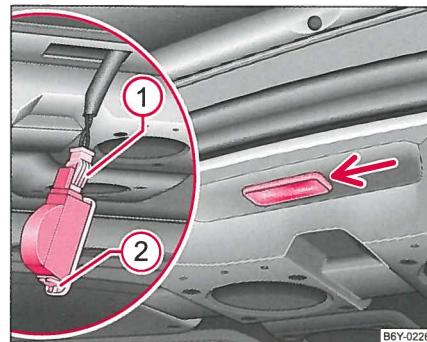

Fig. 186 Afmonter lampen i bagagerummet (Sedan)
- Stik en skruetrækker ind i spalten under lampen ⇒ fig. 186. Tag forsigtigt lampen ud.
- Efter at have sikret fjedertappen ① tages stikket af.
- Tryk afdækningens fjedersikring af ② og tag afdækningen af.